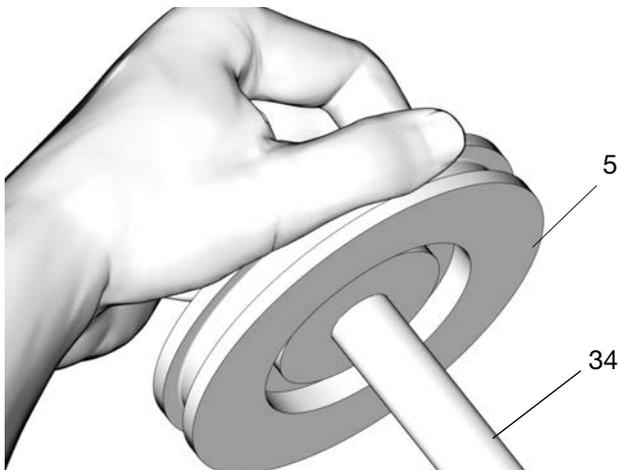

FIG. 30
6. Premere il pistone (5) sull'estremità dell'asta del pistone (34) fino a quando non è completamente inserito nell'asta (FIG. 30).